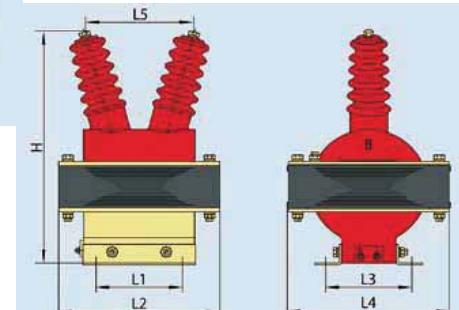

Рис. 6.2 Внешний вид и монтажные размеры трансформатора напряжения JDZJ-3, 6, 10
6.2 Внешний вид и монтажные размеры трансформатора напряжения JDZJ-3, 6, 10 (см. рис. 6.2, таблицу 6.1):